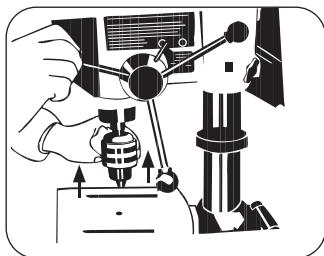

FIGURA 8.7
- Encage el eje árbol al eje del mandril, oprimiendo hacia arriba hasta que éste y el eje árbol sean acoplados (Figura 8.7).